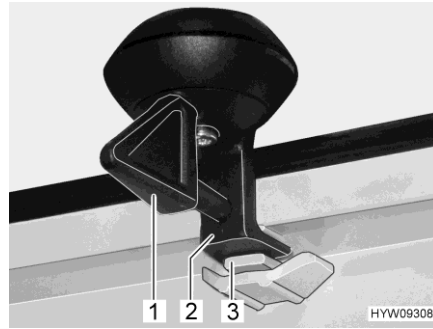

Bild 82 Verriegelung (Lüftungsstellung)
- Den Hebel (Bild 82,1) eine viertel Umdrehung drehen. Die Verriegelung (Bild 82,2) muss in die obere Aussparung (Bild 82,3) gleiten.